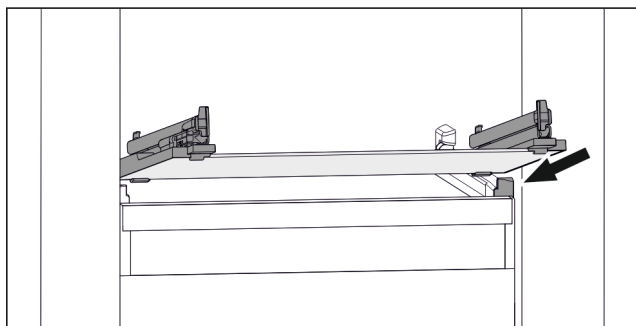

Fig. 156 Exemple de représentation de la tablette en verre
- ▶ Placer la tablette en verre, en l'inclinant, derrière les butées. (voir Fig. 156)